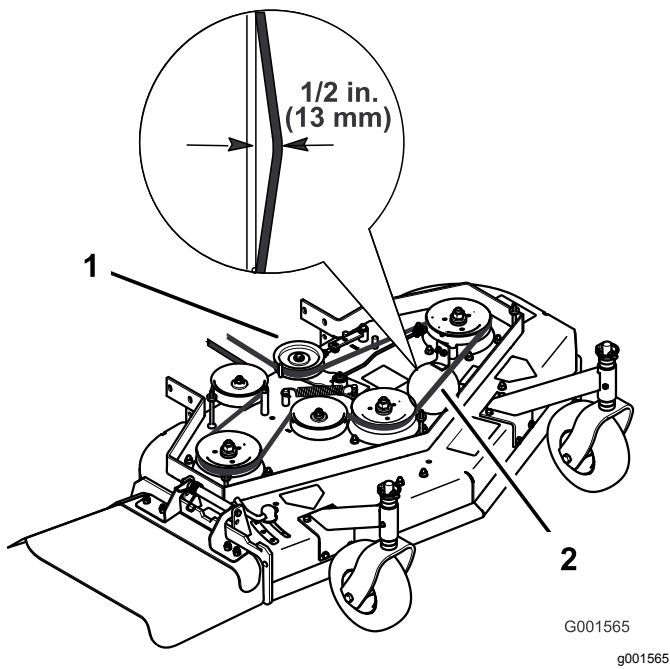

Figura 43
- Gire el tensor hacia la parte delantera de la máquina para reducir la tensión de la correa (Figura 43).